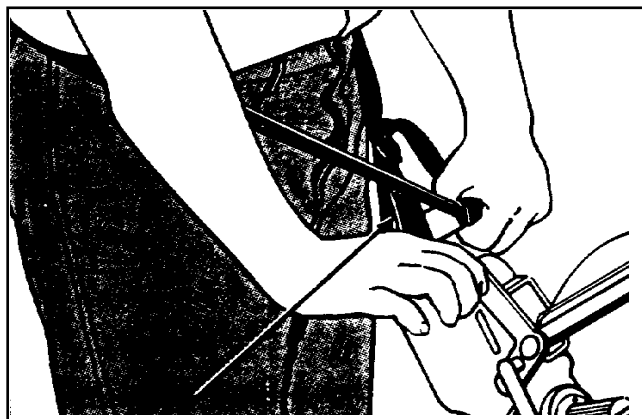

Figure 13
- b. Croisez les sangles à la taille. (Voir figure 13.)
8. Commencez à poncer plus légèrement à un point de terminaison en soulevant graduellement le tambour à l'aide du levier de commande. (Voir figure 13).